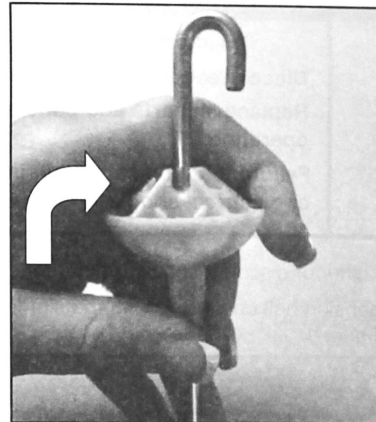

FIGURE 3
4. Tourner la butée hémisphérique de suspension vers le haut. Voir la *Figure 3*.